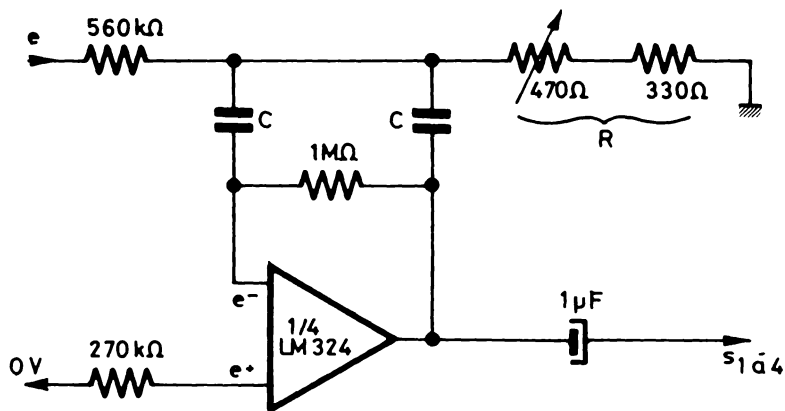

Fig. IV.10 — Schéma d'un filtre BF (pour C, voir texte).
1. Le schéma (voir fig. IV.10)